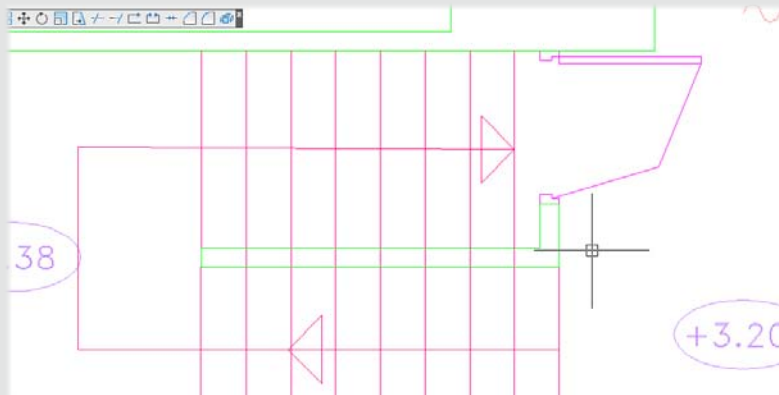

Figure 12
4. Sur une autre partie du dessin, la partie centrale de l'escalier n'est pas dessinée correctement. Nous devons ajuster les traits à l'intérieur de la cloison de séparation de la cage d'escalier qui se prolonge anormalement (voir Figure 12).